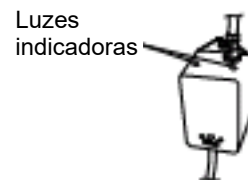

Figura 7
24. Uma vez que a energia é ligada, observe o reator (12), Figura 7, para verificar se o Sistema CLEARRAY® está funcionando. Uma luz verde indica que o Sistema CLEARRAY® está energizado e deve estar sempre ligado. Uma luz vermelha indica que o sistema está operando.